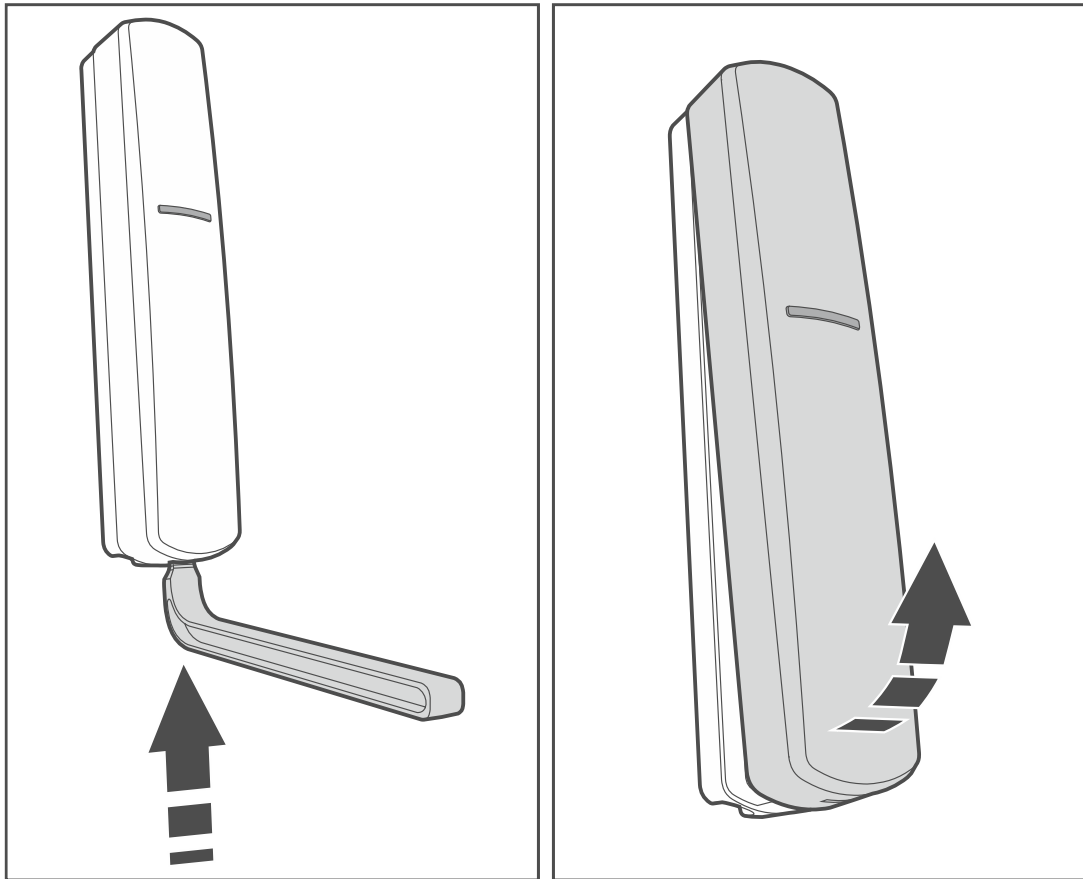

Fig. 5. Ouverture du boîtier.
1. Ouvrez le boîtier du contrôleur (fig. 5). Présenté sur la figure, l'outil servant à ouvrir le boîtier est fourni au contrôleur.